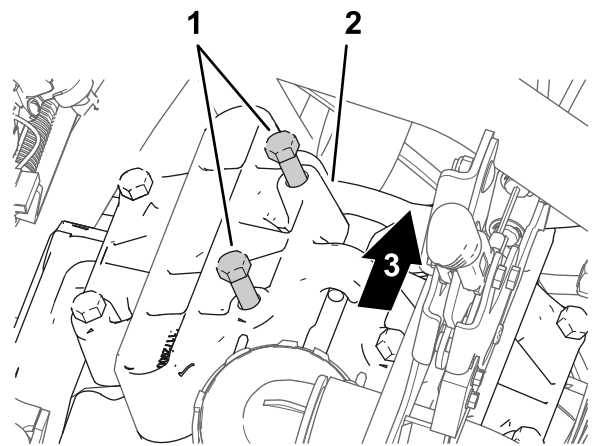

Figura 178
1. Nella testa della pompa situata in posizione a ore 11, allentate i 2 bulloni come illustrato nella Figura 178, per creare uno spazio di 7–10 mm tra la testa dei bulloni e la pompa.